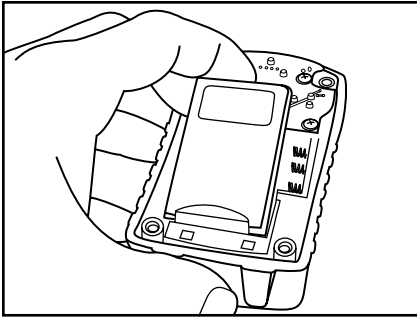

Fig. 33
3. Quite la batería de litio desplazándola hacia el fondo del detector y sacarla, o quite las baterías AAA del marco (Fig. 33 y 34).